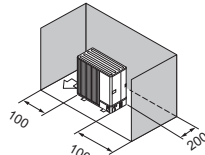

Fig. 2-8
- (3) Hindringer eller lukkede overflater kun bak og på sidene (Fig. 2-8)